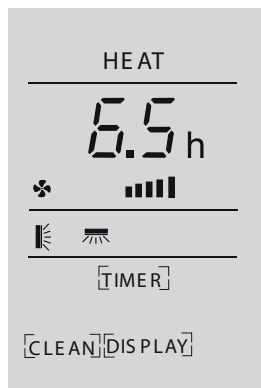

Рисунок 2
3. Кнопками **[↶]** и **[↷]** установите необходимое время через которое кондиционер отключится (см. рисунок 2).
3. Кнопками **[↶]** и **[↷]** установите необходимое время через которое кондиционер включится (см. рисунок 2).